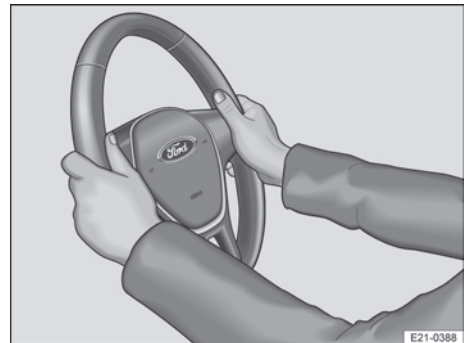

Abb. 64 Am Lenkrad: Neun-Uhr- und Drei-Uhr-Position.
2. Lenkrad so einstellen, dass es mit beiden Händen und leicht gebeugten Armen seitlich am äußeren Rand (Neun-Uhr- und Drei-Uhr-Position) → Abb. 64 festgehalten werden kann.